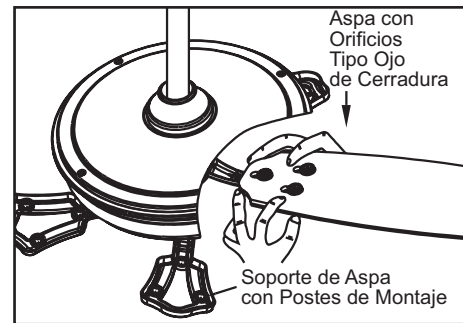

Figura 15a
1. Monta las aspas del ventilador en el soporte de asa alineando los tres orificios tipo ojo de cerradura del asa con los tres postes de la parte superior del soporte del asa (Figura 15a).
2. Sostén el asa con ambas manos cerca del soporte de la misma y presiónala hacia abajo con firmeza. Asegúrate de que los orificios tipo ojo de cerradura estén correctamente apoyados sobre los postes del soporte del asa. (Figura 15a)